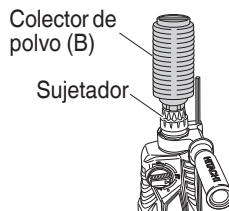

Fig. 5
7. Cuando instale la copa de polvo o el lector de polvo (B) (Accesorios facultativos) (Fig. 4, Fig. 5) Cuando emplee un martillo perforador para trabajos de taladrado hacia arriba, extraiga el adaptador de recolección de polvo e instale una copa de polvo o un colector de polvo (B) para recolectar las partículas a fin de facilitar la operación.
- Instalación del colector de polvo (B)
Para emplear el colector de polvo (B), insértelo desde la punta de la broca alineándolo con la ranura de la empuñadura. (Fig. 5)